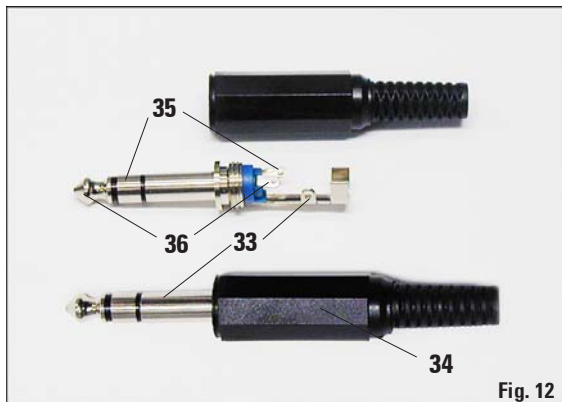

Fig. 12
Ogni allarme è collegato allo spinotto (34) nel modo seguente (vedi fig. 12):